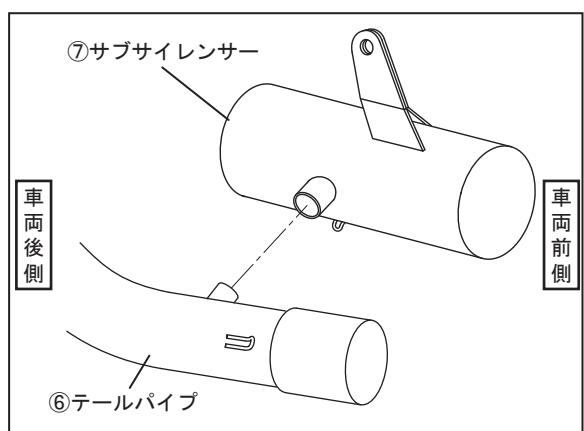

FIG. 10
11. ⑦サブサイレンサーを⑥テールパイプの連結管に取り付けて下さい。（FIG. 10 参照）